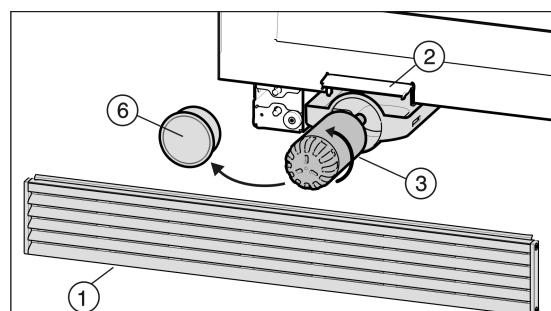

Fig. 8
- Segurar a grade de ventilação Fig. 8 (1) em cima e remover para a frente.
- Abrir chapeleta de troca do filtro Fig. 8 (2).
- O filtro de água Fig. 8 (3) deverá ser extraído.
- Remover a Fig. 8 (6) tampa do filtro.
- Girar o filtro d'água Fig. 8 (3) em aproximadamente 100 ° no sentido anti-horário e extrair.